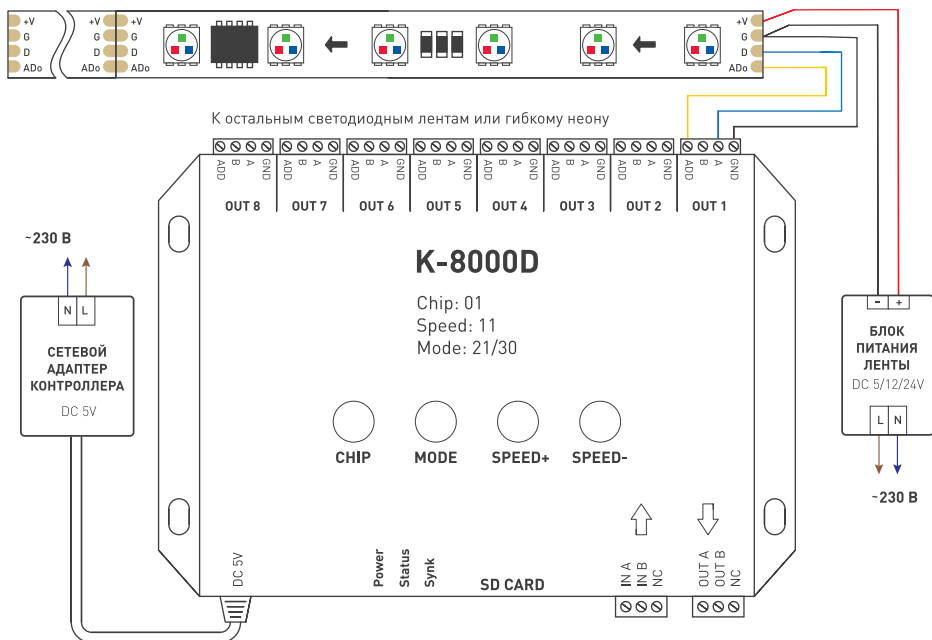

Рисунок 1. Схема подключения светодиодной ленты.
- 3.3. Подключите общий провод и сигнальные провода от входа светодиодной ленты или «гибкого неона» к выходу контроллера GND, DATA и ADR (Рис. 1). Учитывайте, что светодиодная лента и «гибкий неон» с управлением DMX имеют вход и выход. Направление передачи сигнала на ленте обозначено стрелками. Информацию о подключении «гибкого неона» смотрите в его руководстве по эксплуатации.